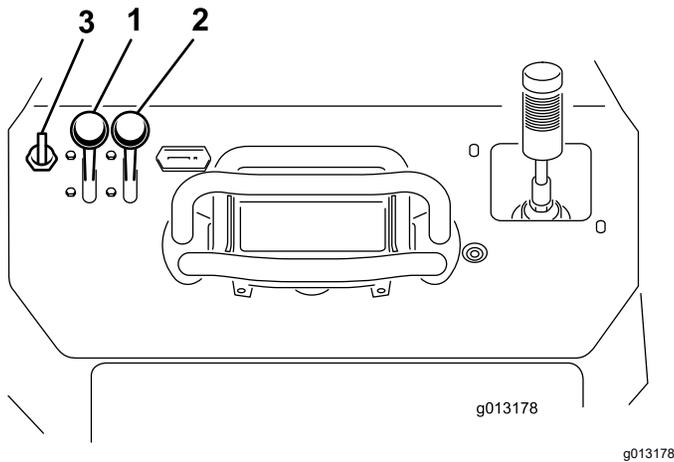

図 17
1. スロットルレバーを低速と高速の中間位置にセットする 図 17。
2. チョークレバーを ON 位置とする 図 17。
3. キーを ON 位置に回す (図 17)。エンジンが始動したら、キーから手を離してください。
4. チョークレバーを徐々に OFF 位置へ戻す 図 17。それでエンジンの回転が悪くなるようであれば、チョークを元に戻してエンジンが温まるのを待つ。
5. スロットルレバーを希望位置にセットする 図 17。